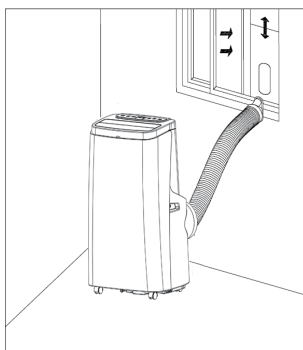
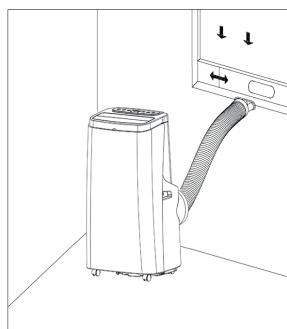

Bild 5
Bild 6
- Förläng utblåsröret och knäpp fast utblåsrörets platta ände i hålet på förseglingsplattan för fönstertätning (se bild 5 och bild 6).